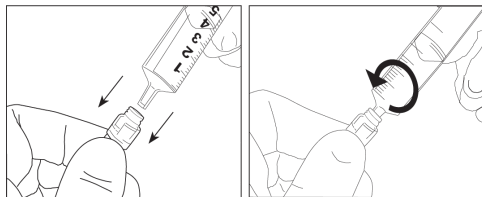

Abbildung 2: Männlicher Luer-Slip (MLS)
2. Unter Einhaltung aseptischer Bedingungen die Spritze oder das Verlängerungsset durch Eindrücken in den nadellosen Injektionsport und Drehen im Uhrzeigersinn anschließen. Siehe Abbildung 2. Nicht versuchen, die Nadel oder den Luer-Lock-Anschluss schräg einzuführen oder den Schlitz im Port mit Gewalt zu öffnen.